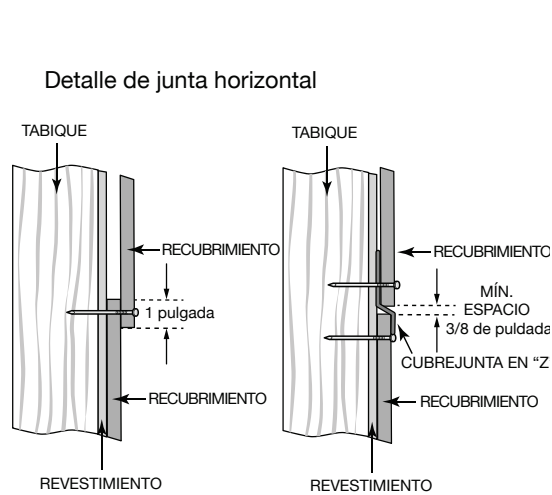

Figura 4
- En todas las juntas horizontales con paneles apilados u otros tipos de recubrimiento, superponga el recubrimiento 1 pulgada o use cubrejunta en Z y ajuste como se muestra (consulte la figura 4).